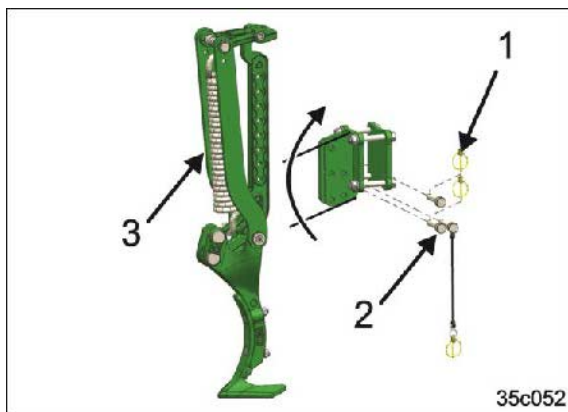

Fig. 119
1. Fjern alle ringsplitterne (Fig. 119/1).
3. Fjern alle stikbolte (Fig. 119/2).